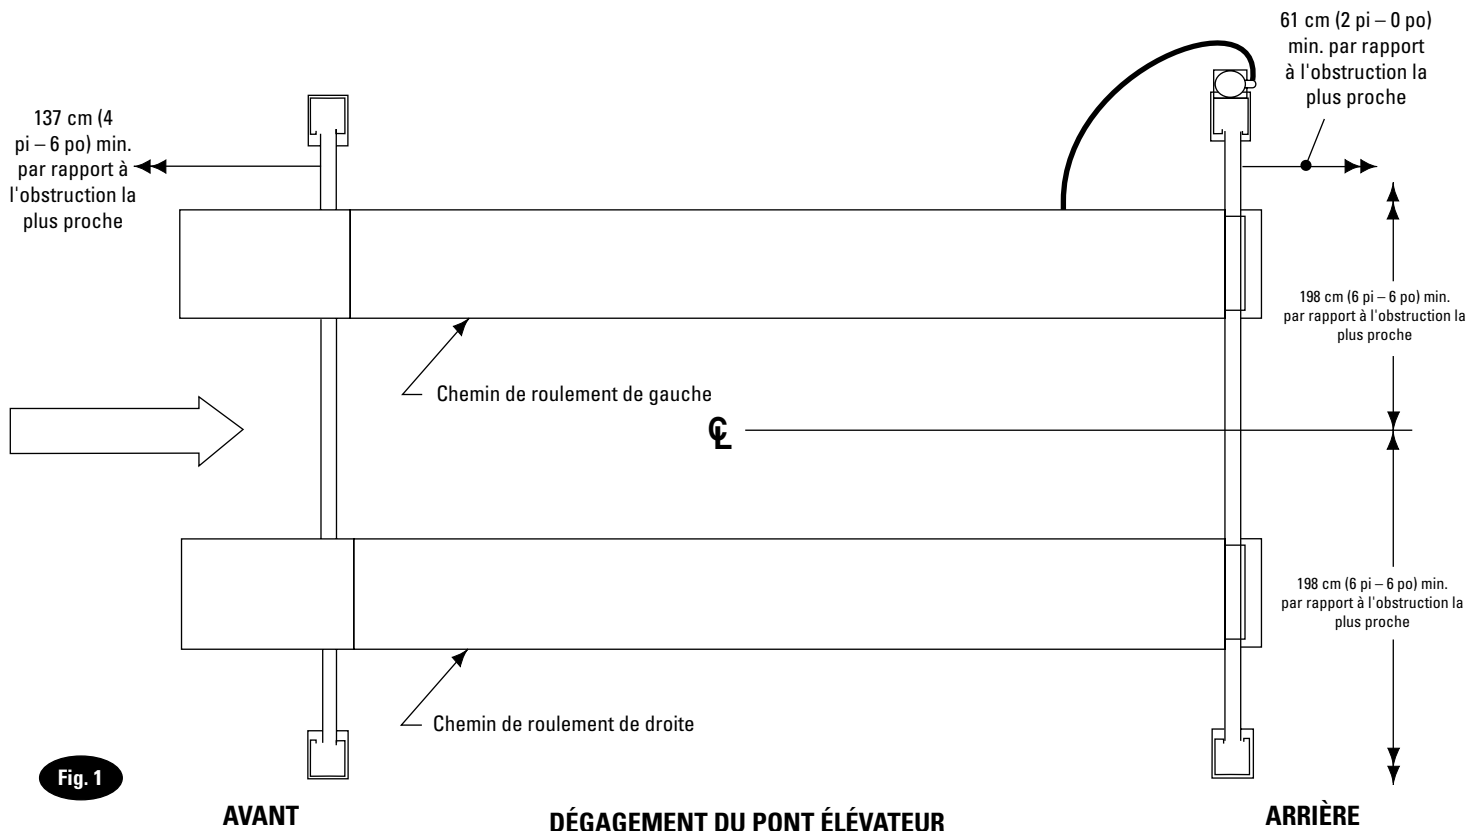
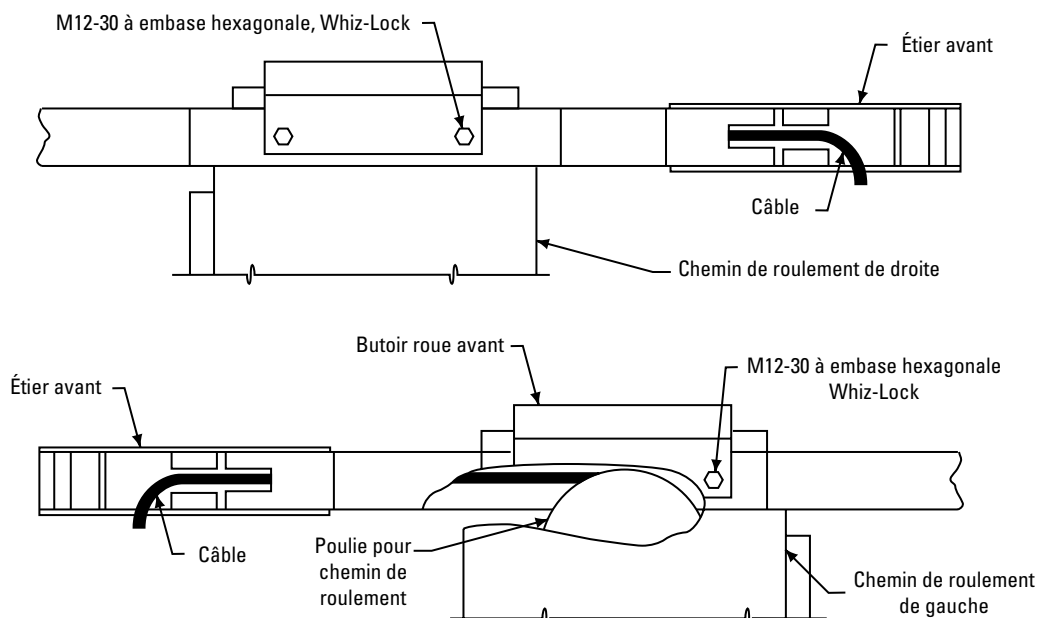

Fig. 1
Fig. 4
- 1. Emplacement du pont élévateur :** Utiliser les plans d'un architecte lorsqu'ils sont disponibles pour placer le pont élévateur. Fig. 1 illustre les dimensions et l'aménagement typique d'une baie. Pour avoir l'unité d'alimentation en avant et à droite, tourner le pont élévateur de 180° tout en laissant rampe/cales et butoirs de roue à leur emplacement original. Le plancher de la zone du pont élévateur devrait être de niveau.
- C. Positionner les étriers avant et arrières aux extrémités respectives du chemin de roulement, Fig. 1. L'ouverture dans l'étrier devrait être alignée avec les poulies à câble aux extrémités du chemin de roulement. Le câble d'alimentation s'arrête dans les ouvertures de l'étrier, Fig. 4. À ce point-ci, ne pas monter les poulies aux extrémités de l'étrier.
Avec les ouvertures sur le côté du tube de l'étrier alignées avec les extrémités du chemin de roulement de gauche, aligner les deux (2) trous sur le haut de l'avant de la travée avec les extrémités les trous de l'avant du butoir de roue. Boulonner le chemin de roulement à l'étrier avec des boulons M12-30 à embase hexagonale, Fig. 4.